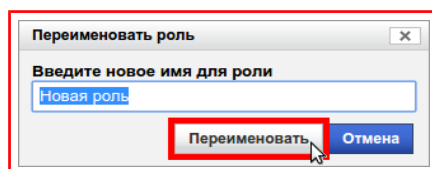

Рисунок 9.15 — Кнопка «Переименовать»
- 4) Нажать на кнопку **«Переименовать»**, рисунок 9.15.